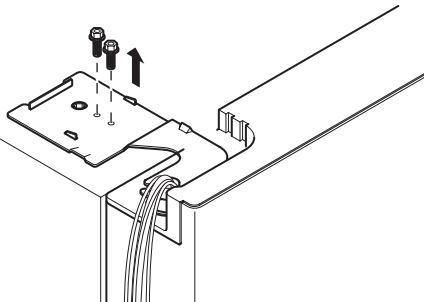

Abb. 4-7
1. Lösen Sie die Schrauben der Scharnierabdeckung, und entfernen Sie die Abdeckung (Abb. 4-7). Trennen Sie sämtliche Kabel außer dem Massekabel.